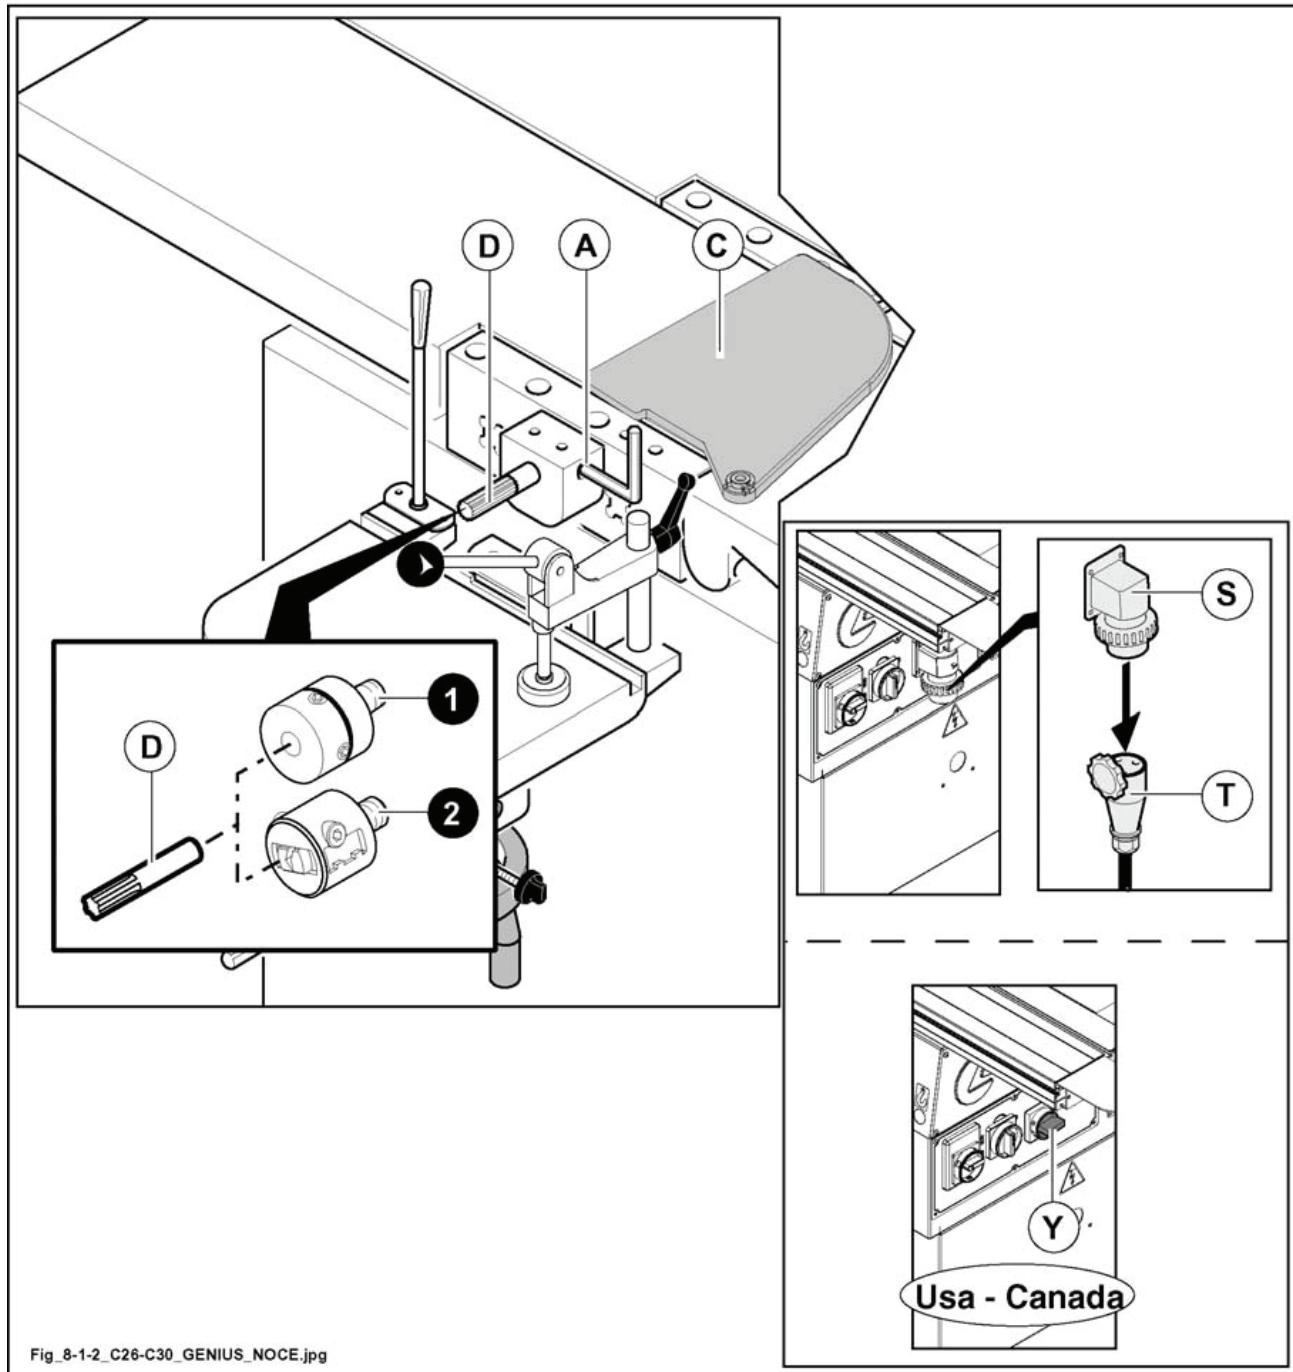

Рис. 8.1-2
**Исполнение по нормам США и Канады:** Перед началом действий по уборке, техническому обслуживанию, наладке станка или замене его элементов надлежит перевести в нулевое положение выключатель общего питания Y (рис. 8.1.2), заблокировать его навесным замком и вывесить соответствующий предупреждающий плакат.
Закрепить инструмент D (рис. 8.1-2) через отверстия A (рис. 8.1-2) в корпусе патрона.
*Перед началом работы опустить ограждение C (рис. 8.1-2) до касания стола так, чтобы полностью закрыть ножевой вал.*